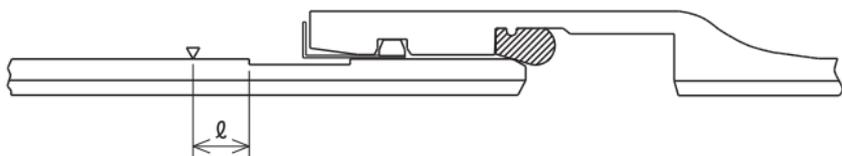

図12 挿し口(または受口)の挿入
- (1) 管頂部の挿し口溝端より  $\ell$  の位置 (図12および表8参照) にチョークなどでケガキ線を入れる。